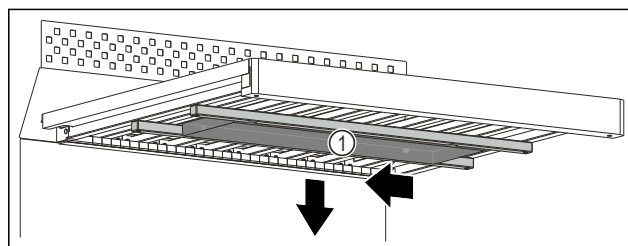

Fig. 95
- Pousser le boîtier à eau Fig. 95 (1) vers la gauche.
- Retirer le boîtier à eau Fig. 95 (1) par le bas.